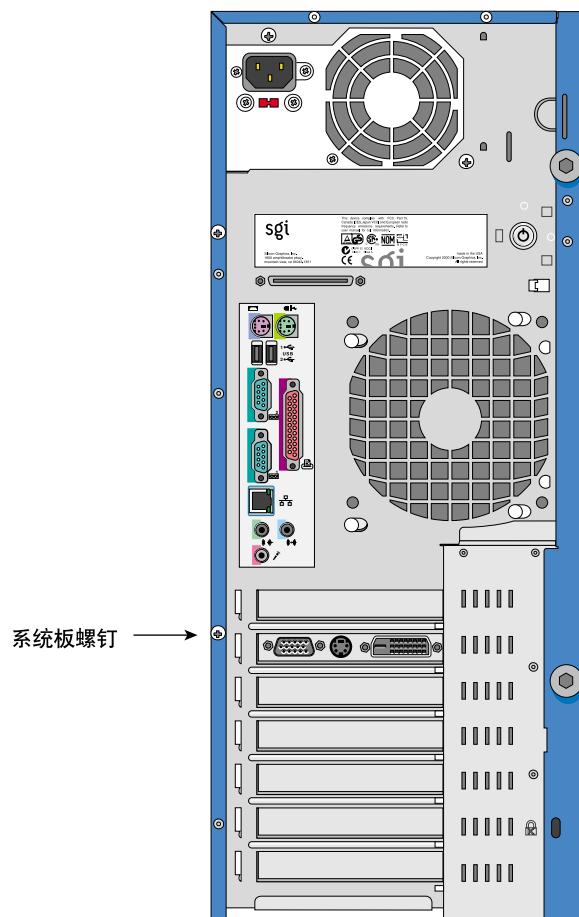

图 2-21 系统板螺钉的位置
5. 松开系统板螺钉。该螺钉位置如图 2-21 所示。
5. 将系统板螺钉在其支架上固定牢靠。有关系统板螺钉的位置，参见第 43 页上的图 2-21。